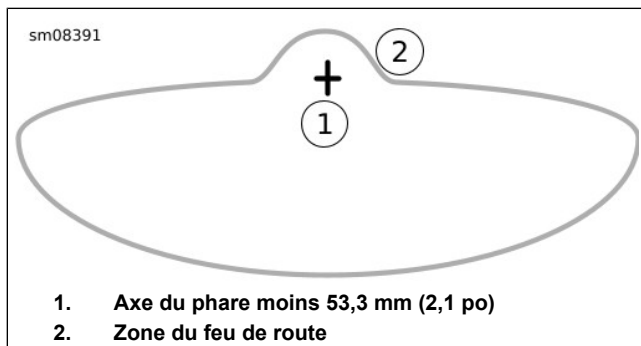

Figure 100. Faisceau de phare : Modèles avec carénage monté sur cadre
- b. Voir Figure 100 . Régler le faisceau lumineux du phare.